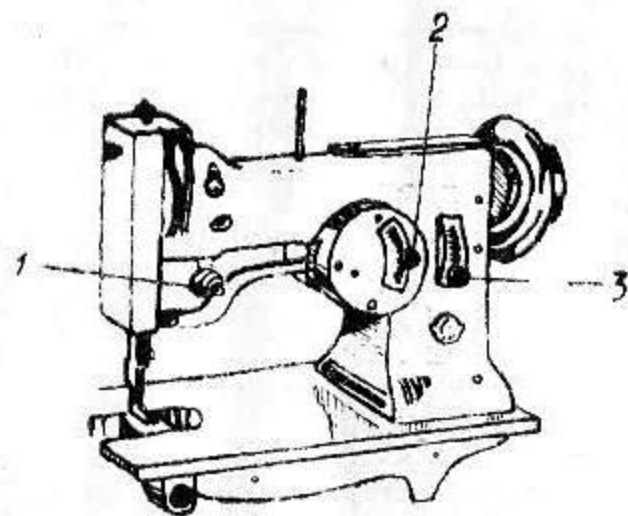

Рис. 6.
Натяжение верхней игольной нитки регулируется посредством круглой накатной гайки 1 (рис. 6). Чтобы увеличить натяжение, гайку 1 нужно поворачивать направо, для уменьшения натяжения, наоборот, налево.
11.3. Регулирование длины стежка (шаг строчки) (рис. 6)
11.4. Регулирование ширины зигзага (рис. 6)